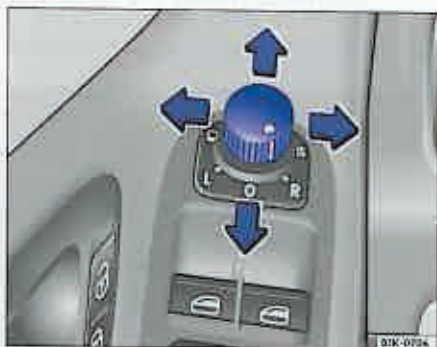

Fig. 56 Imagine din ușa conducătorului: Butonul rotativ pentru oglinzile laterale.
1. Rotiți butonul ⇒ fig. 56 în poziția L (oglinza din stânga).
- Rotiți butonul ⇒ fig. 56 în poziția , pentru a încălzi oglinzile laterale.
- Rotiți butonul ⇒ fig. 56 în poziția , pentru a plia oglinzile laterale. Oglinzile laterale trebuie pliate întotdeauna când se spală autovehiculul în instalații automate de spălare, pentru a evita producerea defecțiunilor.
- Rotiți butonul ⇒ fig. 56 în cealaltă poziție, pentru a replia oglinzile laterale ⇒ ⚠.
2. Acționați butonul rotativ și astfel reglați oglinda, încât să se asigure o bună vizibilitate în spate. Oglinda din dreapta se va regla simultan (reglare sincron). Dacă este necesar, poziția oglinzii laterale din dreapta trebuie corectată prin rotirea butonului ⇒ fig. 56 în poziția R.